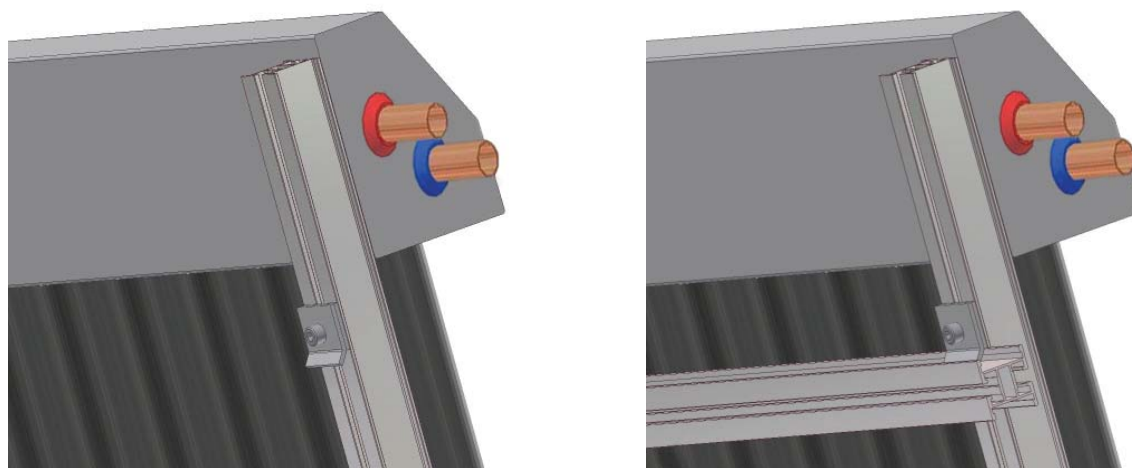

Fig. 12b: fixarea panoului pe profil
- se așază primul panoul pe profil, se asigură în partea superioară prin fixarea plăcilor plasate în partea din spate (a se vedea Fig. 12b)